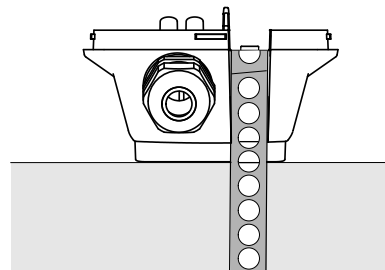

Bild 1 Platzierung
3. Platzieren Sie den Fühler gemäß Abbildung *Bild 1* und befestigen Sie ihn mit dem Metallband um das Rohr.